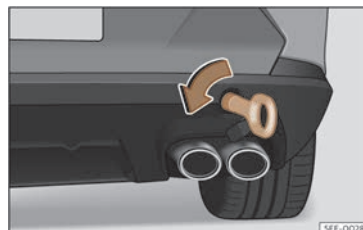

Fig. 202 No lado dereito do parachoques traseiro: argola de remolque enroscada.
- Enrosque a argola de remolque na cavidade, xirándoa ao máximo **no sentido contrario ao das agullas do reloxo** >>> **fig. 202**, >>> ①. Use un obxecto adecuado co que poida enroscar totalmente e con firmeza a argola de remolque na súa cavidade.